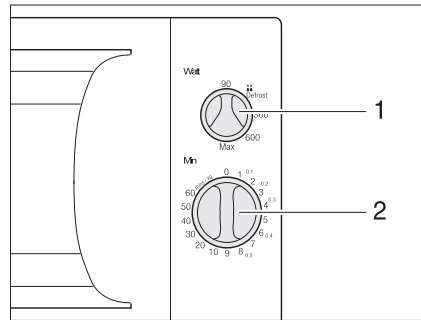

Fig. 193 Boutons de commande du four à micro-ondes
- Sélectionner la puissance sur le bouton tournant (Fig. 193,1).
- Sélectionner la durée de cuisson sur le bouton tournant (Fig. 193,2). La cuisson commence.